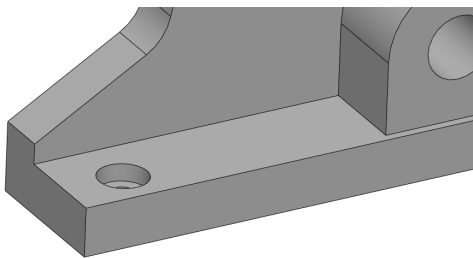

图 14-61 创建异型向导孔特征
(18) 单击【确定】按钮，创建异型向导孔特征，效果如图 14-61 所示。